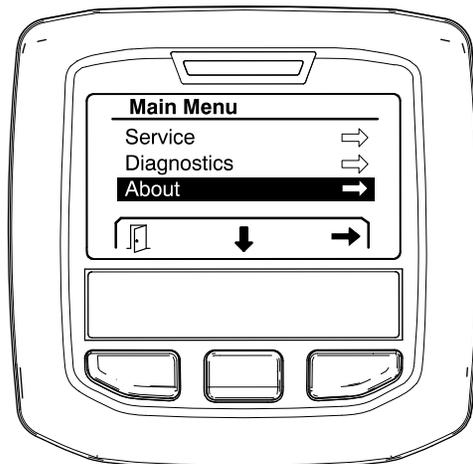

图36
1. 要访问关于屏幕应使用中间按钮导航至关于选项然后按右侧按钮进入 About关于屏幕图36。